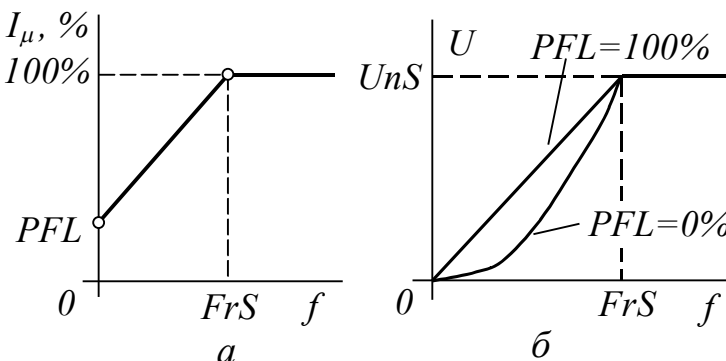

Рис. 6.1. ВЧХ для турбомеханизмов
- если PFL=100%, ток намагничивания, магнитный поток и отношение U/f сохраняются неизменными при снижении частоты ниже номинальной (рис. 6.1);
- UFr, [IR compensation], [IR-компенсация] – степень IR-компенсации (25... 200%). Действие аналогично параметру U0 в скалярных законах управления (ср. рис. 6.1 и 6.2);